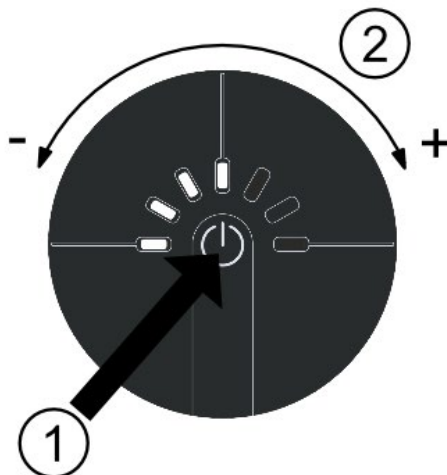

Abb. 9 Bedienelemente der Steuerung
1. Drücken Sie auf das Bedienteil (Abb. 9 / Pos. 1) damit der Strahler eingeschaltet wird.
3. Durch Drehen (Abb. 9 / Pos. 2) des Bedienteils kann die Intensität des Infrarotstrahlers verändert werden. Die eingestellte Intensität wird anhand der leuchtenden LEDs angezeigt.
1. Drücken Sie (bevor der Strahler eingeschaltet wurde) für ca. 5 Sekunden auf das Bedienteil (Abb. 9 / Pos. 1).
3. Durch Drehen (Abb. 9 / Pos. 2) des Bedienteils kann die Laufzeit in einem Bereich von 5 bis 35 Minuten eingestellt werden. Eine LED (ein Schritt) entspricht dabei 5 min.
4. Die eingestellte Zeit wird durch erneutes Drücken des Bedienteils (Abb. 9 / Pos. 1) bestätigt.